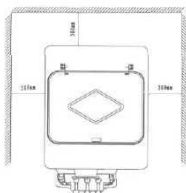

Рис. 3
- Расстояние между машиной и стеной или между машиной и другими предметами должно быть не менее 500 мм (рис. 3). Отверстия, предназначенные для циркуляции воздуха, не следует загромождать какими-либо предметами. Чтобы горячий воздух мог свободно отходить от конденсатора, зазор должен быть как можно больше.